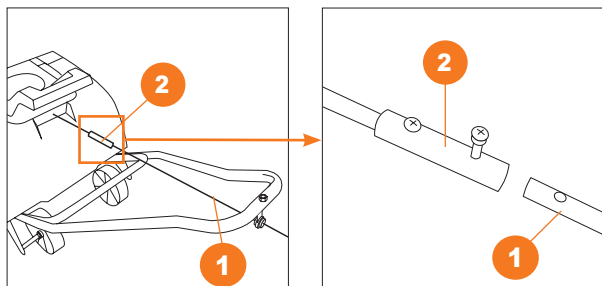

Рис. 11
4. Подсоедините ручку изменения направления выброса **1** к шарниру поворотного механизма **2** у основания трубы выброса. (Рис. 11).